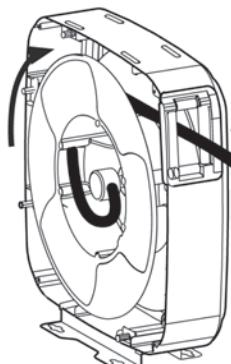

Fig. 15
- Pull the hose out and let the hose reel latch (fig. 15).
- Tire de la manguera hasta que quede trincada en el enrollador (fig. 15).
- Tirer le tuyau jusqu'au verrouillage du cliquet (fig. 15).
- Ziehen Sie den Schlauch ganz heraus und lassen sie ihn einrasten (Fig. 15).